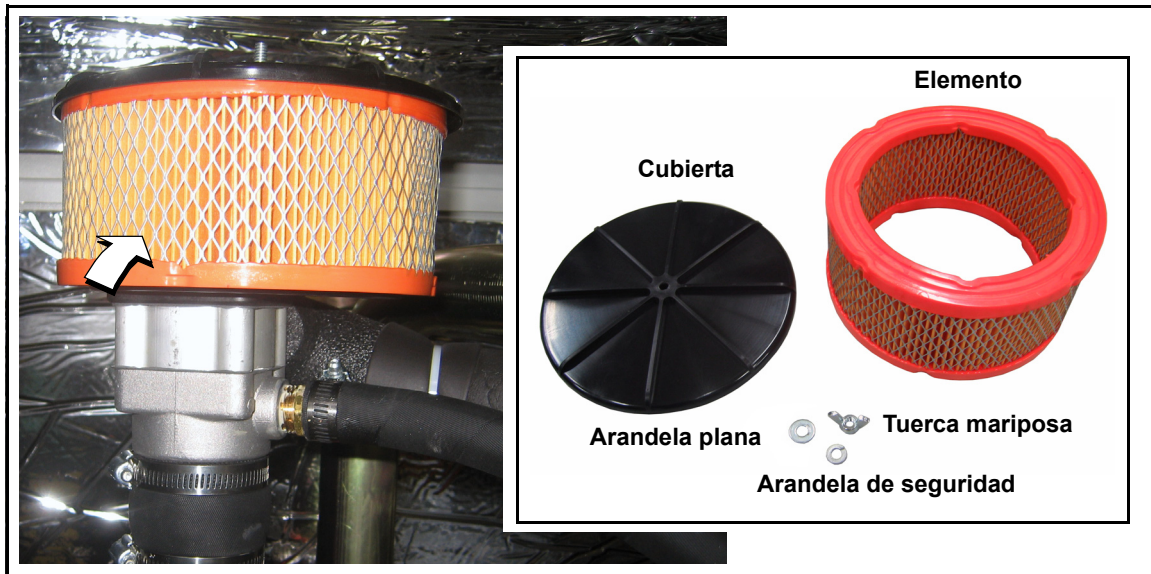

Figura 5-13. Cubierta del depurador de aire y elemento de filtro
1. Retire la tuerca mariposa, la arandela de seguridad y la arandela plana de la varilla roscada para soltar la cubierta del depurador de aire. Vea la Figura 5-13